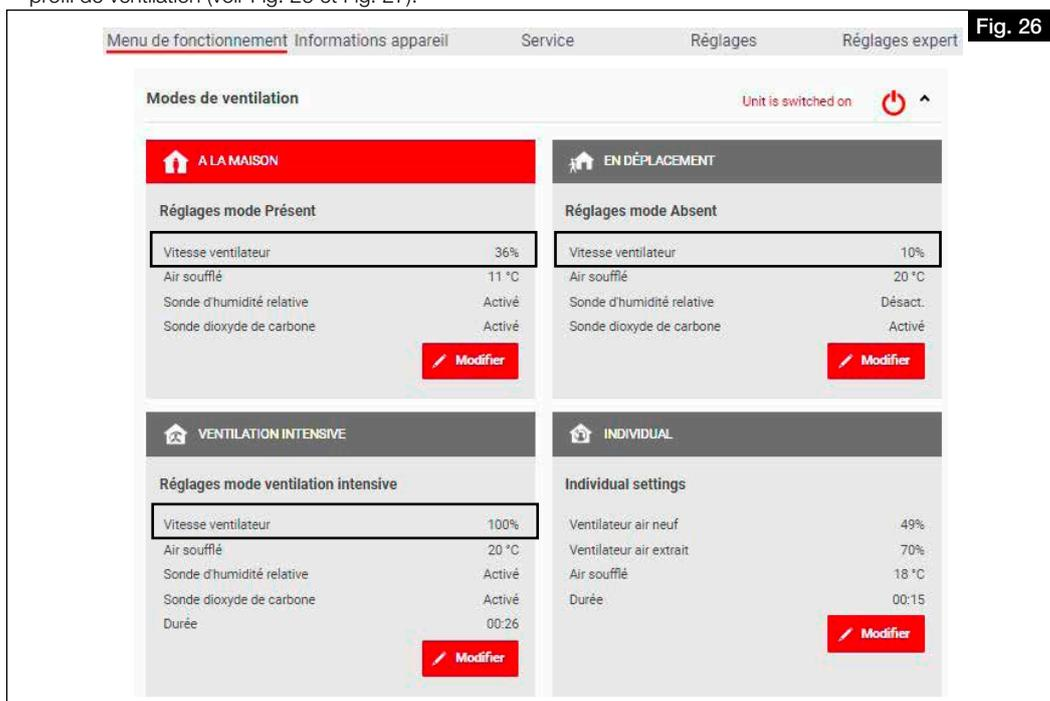

Fig. 26
- ① **Le réglage est illustré en utilisant la centrale KWL 360 W comme exemple. Toutes les mesures et tous les réglages doivent être adaptés individuellement à la centrale en question.**
4. Entrer les pressions différentielles déterminées de la mesure de l'air soufflé et extérieur dans la courbe caractéristique de l'appareil pour l'air soufflé (voir Fig. 23 et 24), en fonction des performances du ventilateur enregistrées dans le profil de ventilation (voir Fig. 26 et Fig. 27).
5. Entrer les pressions différentielles déterminées de la mesure de l'air extrait et rejeté dans la courbe caractéristique de l'appareil pour l'air extrait (voir fig. 23 et Fig. 24), en fonction des performances du ventilateur enregistrées dans le profil de ventilation (voir Fig. 26 et Fig. 27).
Activer/désactiver les appareils dans le menu Accueil (voir Fig. 26)